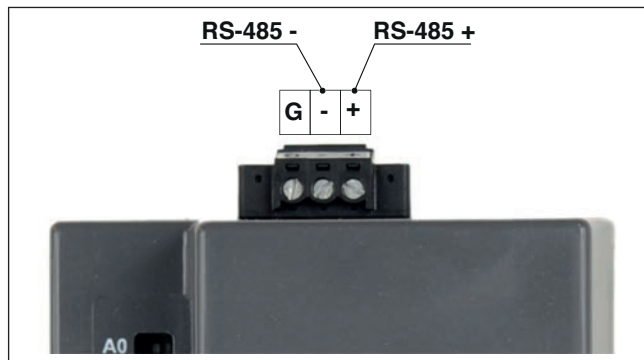

Fig. 12 Connexion de ProtoNode au réseau de champ RS-485
- Connecter les fils du réseau BACnet MS/TP ou Metasys N2 RS-485 au connecteur RS-485 à 3 broches sur **ProtoNode** FPC-N34 comme indiqué ci-dessous dans le Tab.9/Fig.12.